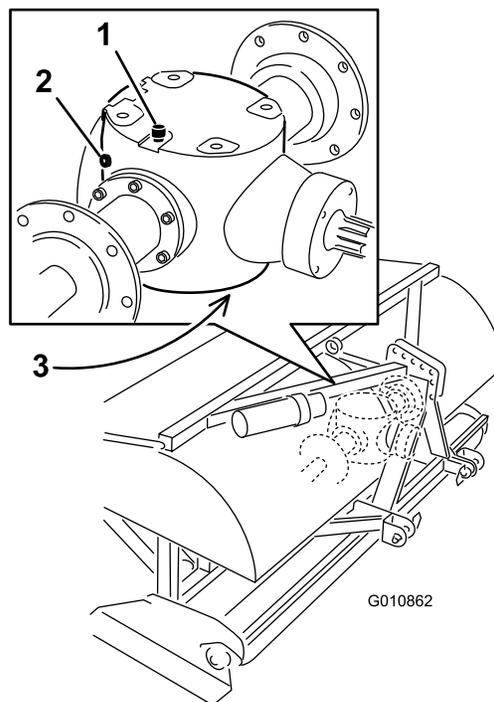

Рисунок 47
2. Выверните пробку контрольного отверстия редуктора (Рисунок 47).
3. Проследите, чтобы масло в редукторе доходило до нижнего уровня отверстия под контрольную пробку (Рисунок 47).
1. Во избежание загрязнений очистите пробки контрольного и заливного отверстий (Рисунок 47).